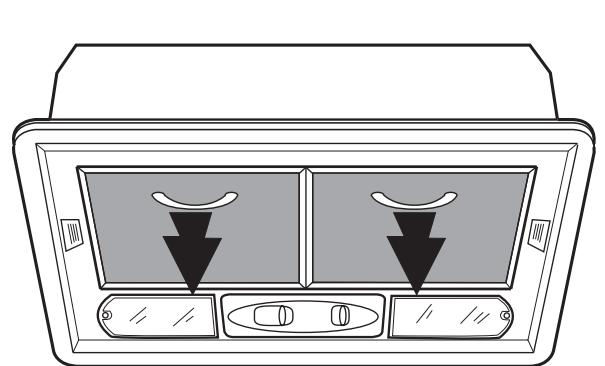

Fig. 2 - Abb. 2 - Obr. 2
- b) Quitar el filtro de grasas (Fig. 2).
Para sacar el filtro metálico de grasas (Fig. 2):
- b) Quitar el filtro de grasas (Fig. 2) y el soporte del filtro de grasas (Fig. 3).